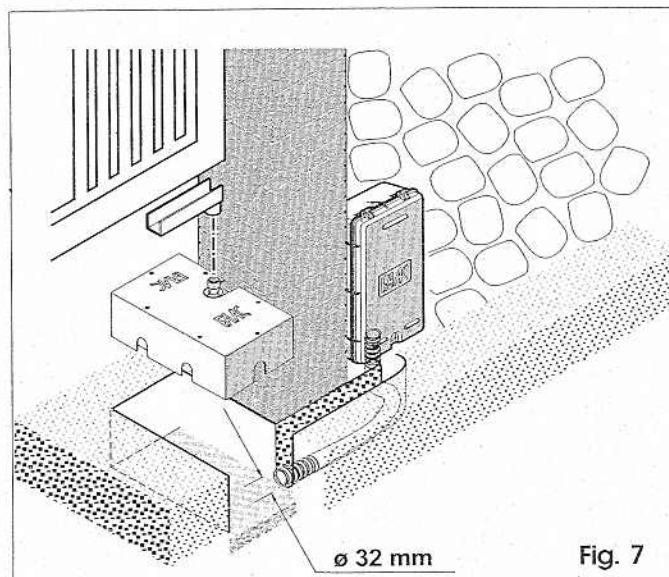

Fig. 7
- 4) Poser un tube flexible en PVC de 32 mm de diamètre pour le passage des tubes en cuivre, allant jusqu'à la centrale hydraulique (fig.7).
N.B.: Pour la pose correcte des tubes, il faut poser provisoirement le boîtier du vérin (fig.7/8).